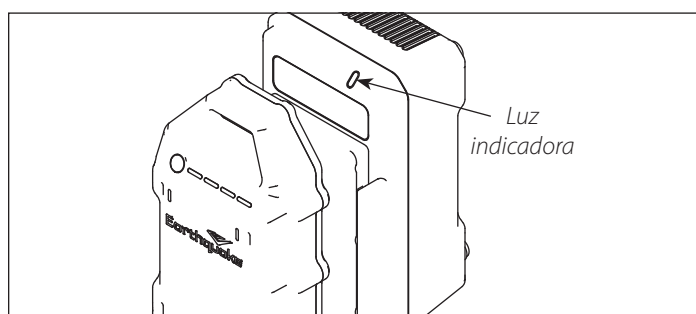

Figura 5
3. La luz del indicador de carga debería parpadear en color verde. **CONSULTE LA FIGURA 5.**